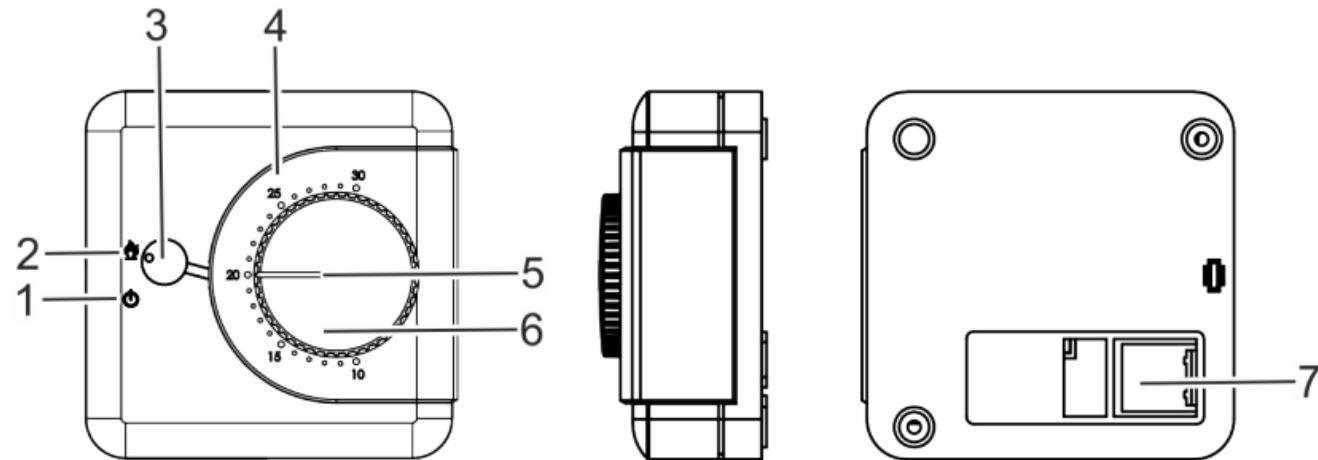

Fig. 1: Vista general del termostato ambiente
4. Inserte los cables de conexión en el aparato a través del pasacables (Fig. 1/7).
- Inserte los cables de conexión en el aparato a través del pasacables (Fig. 1/7).